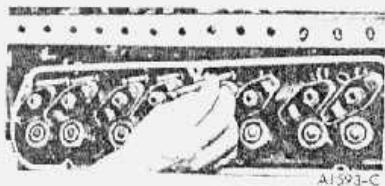

fig. 10 — remoção das varetas de válvulas
5. Desapertar as porcas do prisioneiro dos balancins, modo que os balancins possam ser girados para o lado. Retirar as varetas de válvulas em ordem (fig. 10), de modo tal que as mesmas possam ser montadas em suas posições originais. Retirar as capas das válvulas de escape.